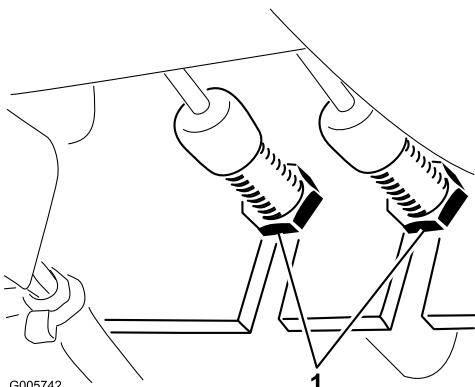

Figura 62
1. Para reduzir a folga dos pedais de rotação, aperte-os os travões, desapertando a porca dianteira na extremidade rosada do cabo do travão (Figura 62). Aperte a porca traseira para deslocar o cabo para trás até os pedais de rotação apresentarem uma folga de 13 a 25 mm. Aperte a porca dianteira depois de os travões estarem correctamente ajustados.